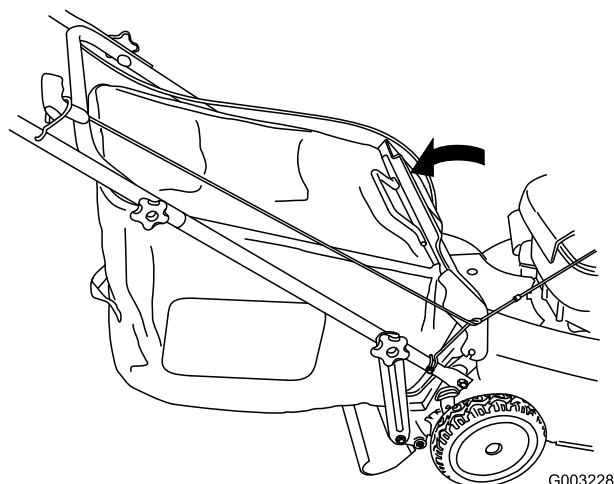

Figure 37
- Abaissez le volet arrière (Figure 37).